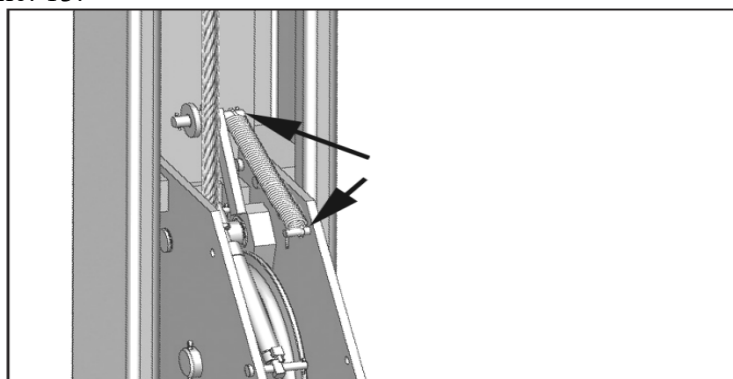

Рис. 13
1. Проверьте концы пружин прижимной пластины, убедитесь, что они не повреждены и надежно закреплены. **НЕ ПЫТАЙТЕСЬ ПОДНИМАТЬ ПОДЪЕМНИК, ЕСЛИ ПРУЖИНЫ НЕ ЗАКРЕПЛЕНА И РОЛИКИ НЕ НАХОДЯТСЯ НА РАССТОЯНИИ ОТ СТОПОРНОЙ ПЛАСТИНЫ**, см. рис. 13.